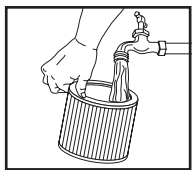

FIGURA 15
21. O enjuague el mismo (desde el interior del filtro) con agua. **FIGURA 15.** Seque completamente (aproximadamente 24 horas).